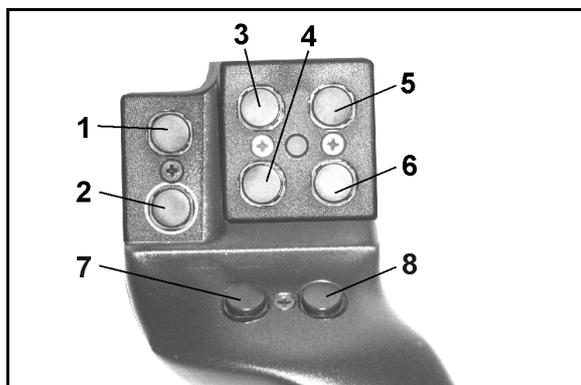
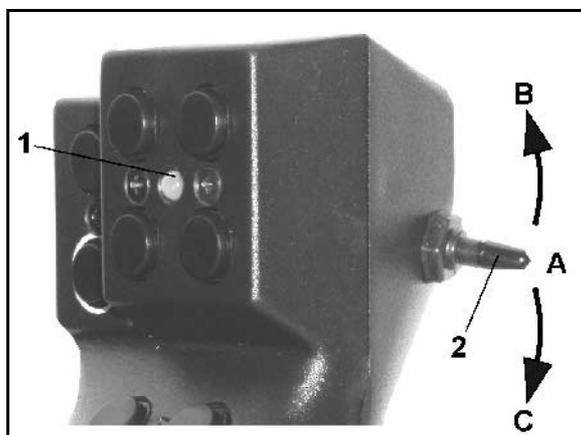

Рис. 55
Рис. 56
Для управления терминалом **AMATRON⁺** джойстик (Рис. 55) оснащен 8 кнопками (1–8). В дальнейшем с помощью 3-позиционного переключателя (Рис. 56/2) возможно изменение функций кнопок.
- среднем положении (Рис. 56/А) и может быть установлен
- как в верхнее (Рис. 56/В) так и
- в нижнее (Рис. 56/С) положение.
Положение переключателя отображается с помощью светодиодного индикатора (Рис. 56/1).